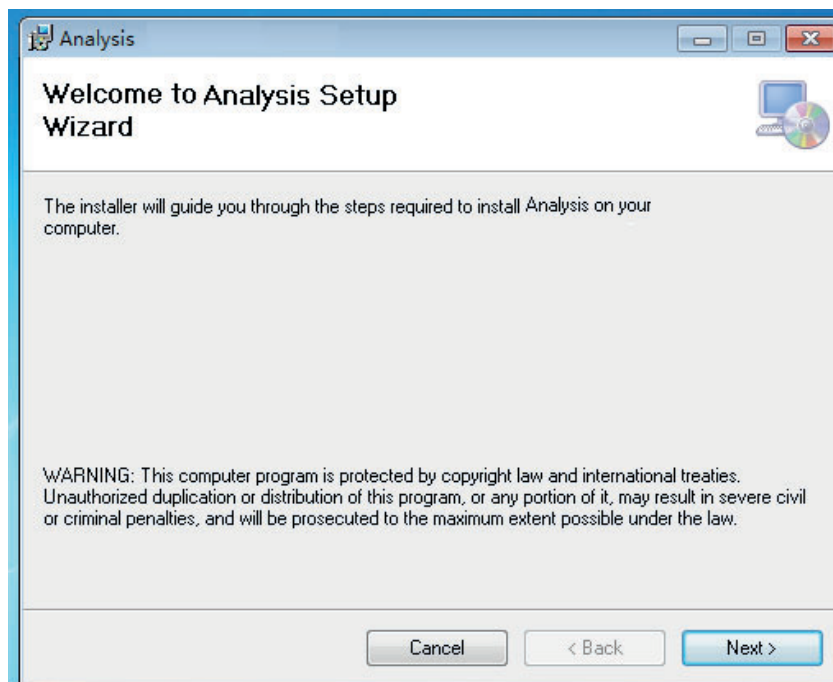

Figura 2-18
4. Vaya a la interfaz de instalación del programa principal correctamente. Vea la Figura 2-18: